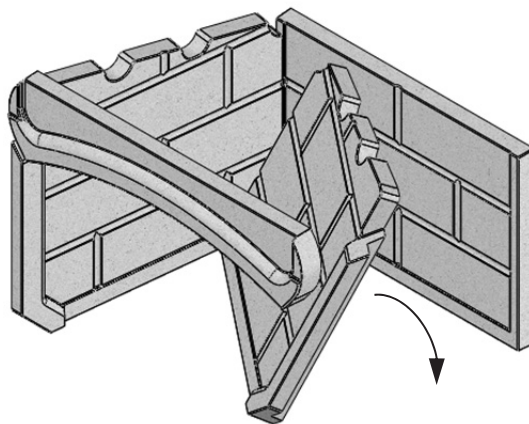

Figure 18 Installation de la pierre réfractaire droite
2. Puis faites passer le déflecteur (1) par-dessus les deux autres tuyaux, en vous assurant de bien l'orienter : partie étroite vers l'arrière et rainures vers le bas.
4. Continuez en plaçant la pierre réfractaire arrière (2), puis placez la pierre réfractaire de gauche (3).
5. Puis insérez la pierre réfractaire de droite (4) dans la boîte à feu, mais sans la mettre en place. Assurez-vous qu'elle soit bien appuyée contre le coin arrière droit de la boîte à feu tout en étant penchée à 45° entre la pierre réfractaire arrière et le côté droit de la boîte à feu alors que le bas de la pierre réfractaire droite est à peu près au milieu de la boîte à feu et le haut penche vers le coin arrière droit (voir Figure 18) .
6. Continuez en insérant la pierre réfractaire du haut (5) dans la boîte à feu. Déposer son extrémité gauche sur le haut de l'avant de la pierre réfractaire gauche. Levez l'extrémité droite de la pierre réfractaire du haut afin de la maintenir à l'horizontale, puis faites glisser la pierre réfractaire de droite pour la mettre à sa place. La pierre réfractaire du haut est alors soutenue par les deux pierres latérales.